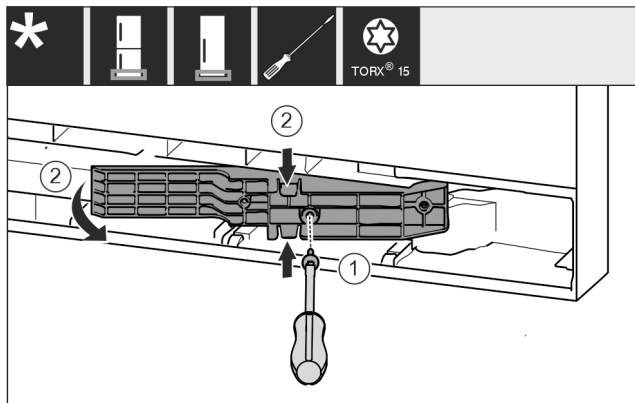

Fig. 18 \*
- ▶ Šroubovákem T15 uvolněte šrouby. Fig. 18 (1)\*
- ▶ Vytáhněte adaptér. Fig. 18 (2)\*